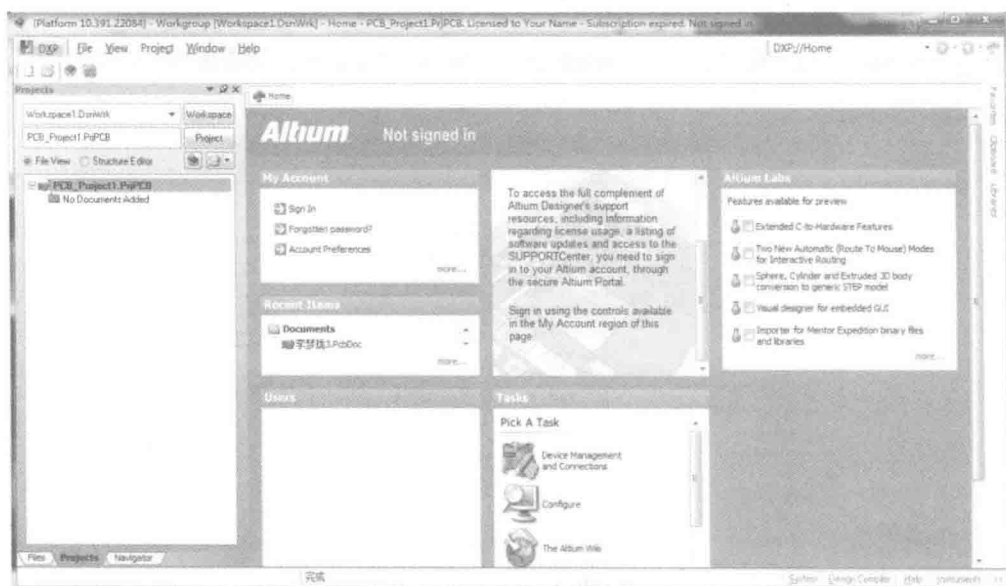

图 1-14 新建工程项目文件工作面板
(2)新建工程文件后,出现了如图 1-14 左侧所示的默认工程文件的面板,面板中有默认的工程文件为:PCB_Project1.PrjPCB。其中“PCB_Project1”是默认的工程文件名,后缀“.PrjPCB”为工程文件的扩展名。